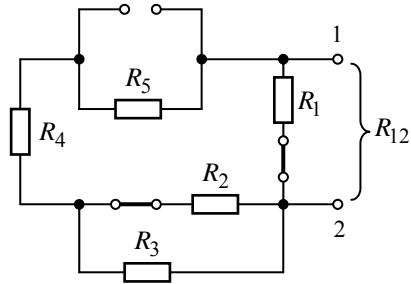

Рис. 8.8
3. Найдем сопротивление $R_{\text{г}}$ генератора, равное сопротивлению цепи относительно зажимов 1, 2 разомкнутой ветви с сопротивлением $R_{\text{н}}$ (рис. 8.8).